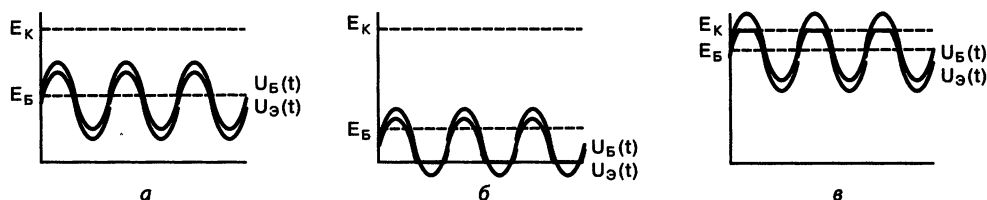

Рис. 4.5. Правильный выбор потенциала базы повторителя (а); при ошибках искажения неизбежны — (б) и (в)
Для такого каскада (рис. 4.4) — на рис. 4.5, *а*—*в* изображены возможные осциллограммы входного и выходного колебаний. Вы без труда разберетесь в них сами и заключите, что для неискаженной
**РАДИОЛЮБИТЕЛЬ:** Глядя на рис. 4.5, я вижу, что максимальную амплитуду неискаженного выходного напряжения с эмиттера можно получить, если установить  $U_3$  на уровне половины от  $E_K$ .